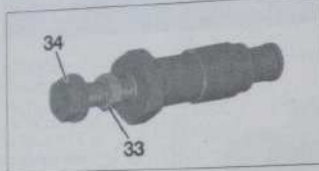

Fig. 16
- un écrou M10 (32) sur une vis (34) diamètre M10x150, longueur 100 mm (Fig.16),
- l'ensemble (33), (34) sur le tendeur modifié.